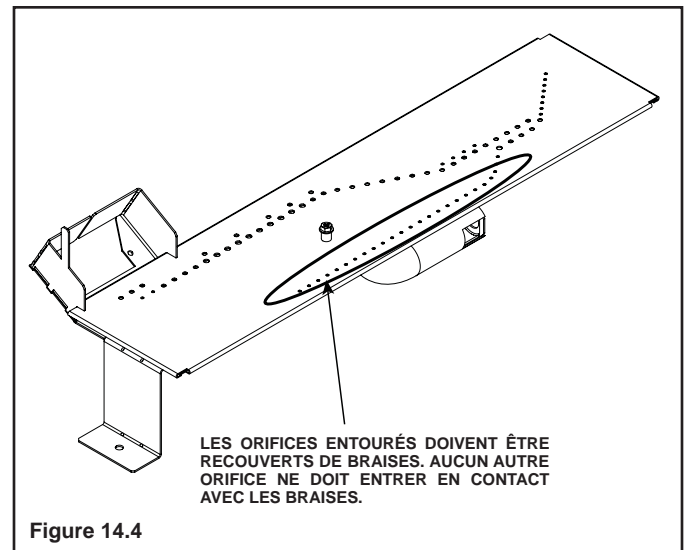

Figure 14.4
- Les braises ne doivent PAS être placées directement sur les orifices. Voir la Figure 14.4 pour la seule exception en ce qui concerne ces directives. Faire attention à ne pas couvrir l'aire d'allumage sur les brûleurs (de l'arrière vers l'avant).
- Quelques orifices doivent être recouverts de braises. Voir Figure 14.4 pour les détails.